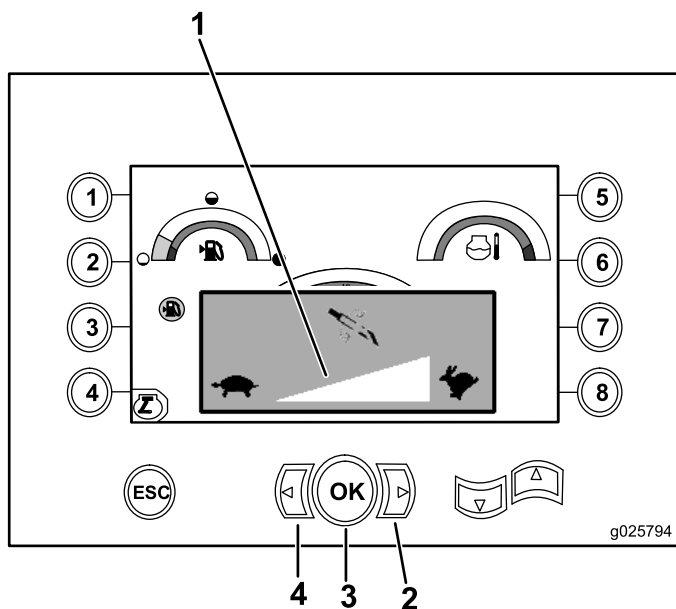

Bild 18
1. Den Pfeil nach links drücken, um die Geschwindigkeit zu senken oder den Pfeil nach rechts drücken, um sie zu erhöhen (Bild 18).
2. Die OK-Taste drücken, um die Bohrrotationsgeschwindigkeit einzustellen (Bild 18).